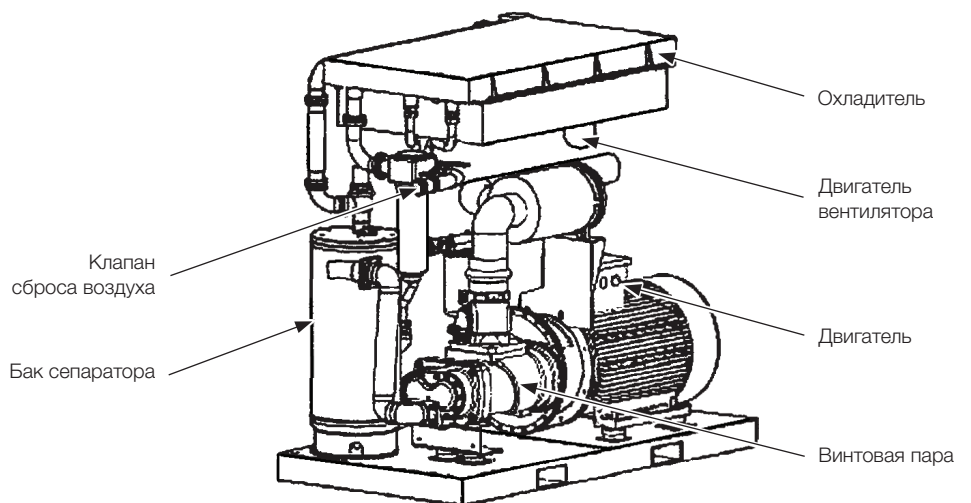

Рис. 4.2 Внутренние детали компрессора
Система охлаждения состоит из вентилятора, его двигателя, масло/воздушного радиатора, фильтра жидкости, термореле, соединительного трубопровода и отстойника как показано на рис. 4.2.
- Компрессорная установки сбрасывает смесь сжатого воздуха / жидкости в ресивер / отстойник (рис. 4.2). Ресивер выполняет три основные функции: